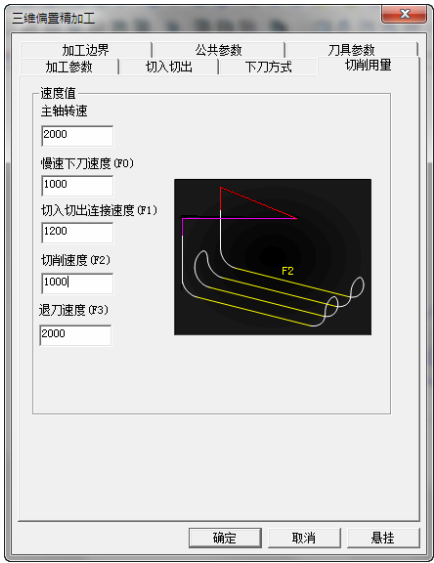

图 8-192 “切削用量”选项卡
4) 单击 “ 切削用量 ” 选项卡, 设置 “ 主轴转速 ” “ 慢速下刀速度 ” “ 切入切出连接速度 ” “ 切削速度 ” “ 退刀速度 ” 具体参数数值如图 8-192 所示。